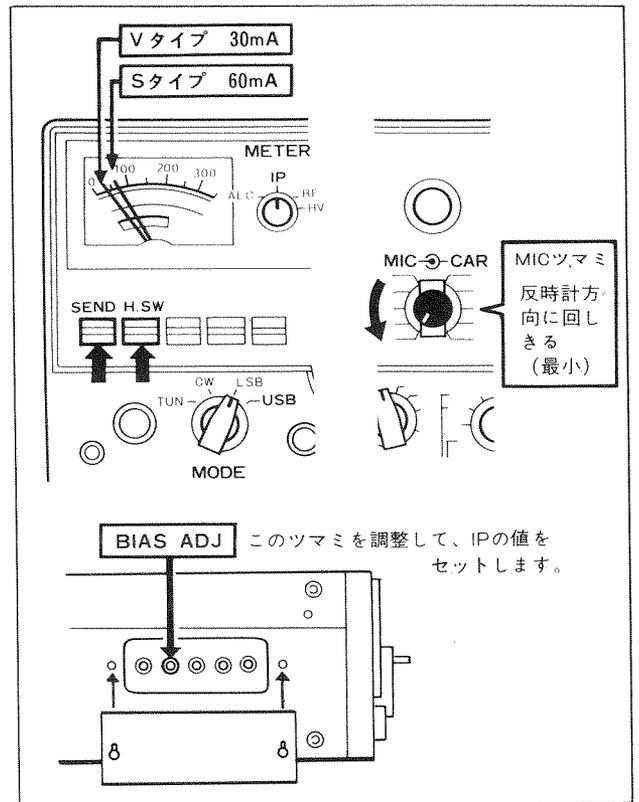

図5
- ① スタンバイスイッチを **REC → SEND** にします。
- ② メーターが図5のようにになっていることを確認してください。
- ③ この指示が規定の値（Sタイプ60mA、Vタイプ30mA）からはずれている場合は、図5に従って、正しく調整してください。
- ④ スタンバイスイッチを **SEND → REC** にします。